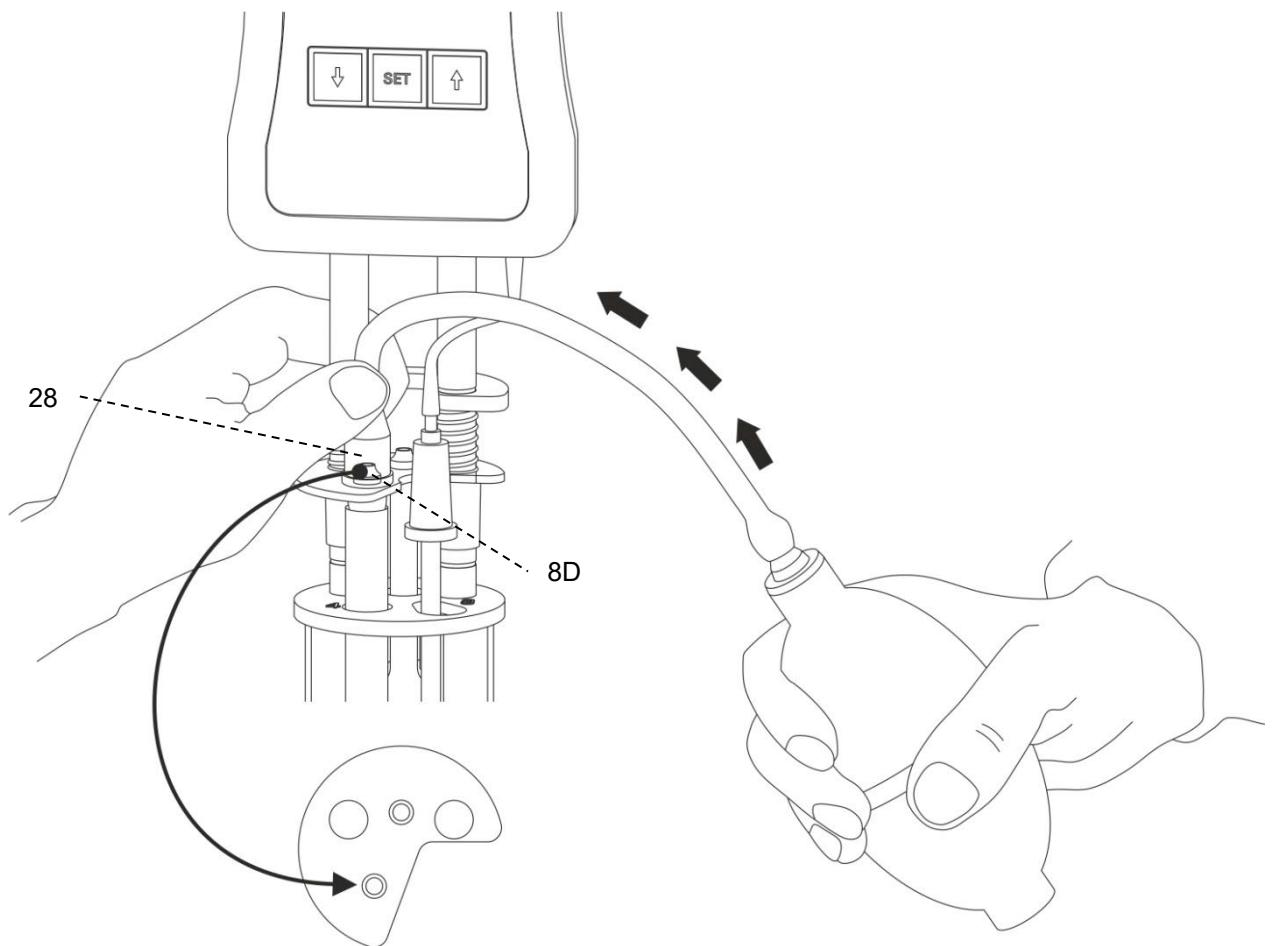

Abb. 8 Drückender Betrieb mit Handpumpe VZ 6550
- (a) bei drückender Arbeitsweise auf Silikonstopfen 8D über dem Befüllrohr (siehe Abb. 8)